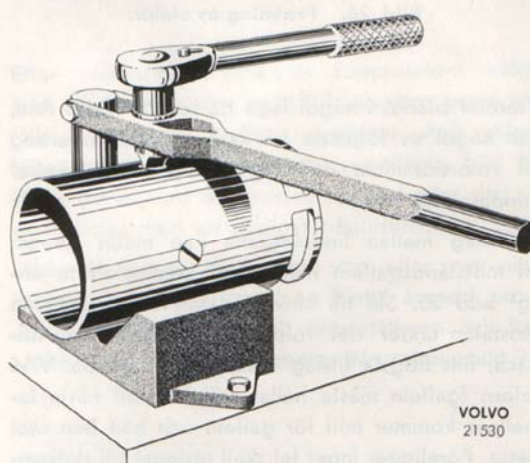

Bild 29. Demontering av fältlindning.
2. Placera generatorhuset i ett V-block enligt bild 29. Tryck nedåt samtidigt som mejseln vrids. Skruvarna sitta som regel ganska hårt. Se